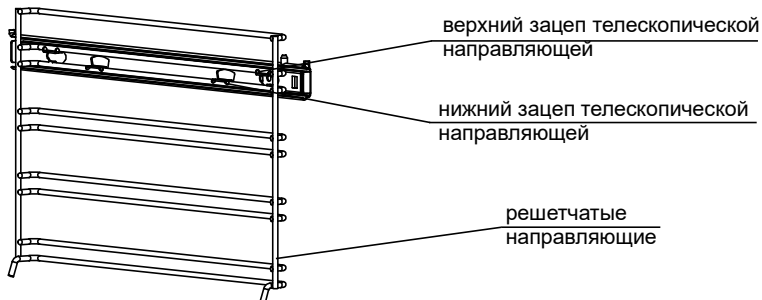

рис. 18
**Для снятия телескопических направляющих нужно (см. рис. 18):**